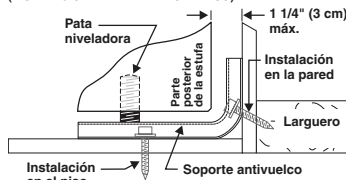

Fig. 5
**1b. Taladre agujeros pilotos e instale el soporte** - Taladre un agujero piloto de 1/8" donde se vayan a instalar los tornillos. Si el soporte va a ser instalado en la pared, taladre un agujero piloto en un ángulo descendente de aproximadamente 20° (Ver Fig. 5).